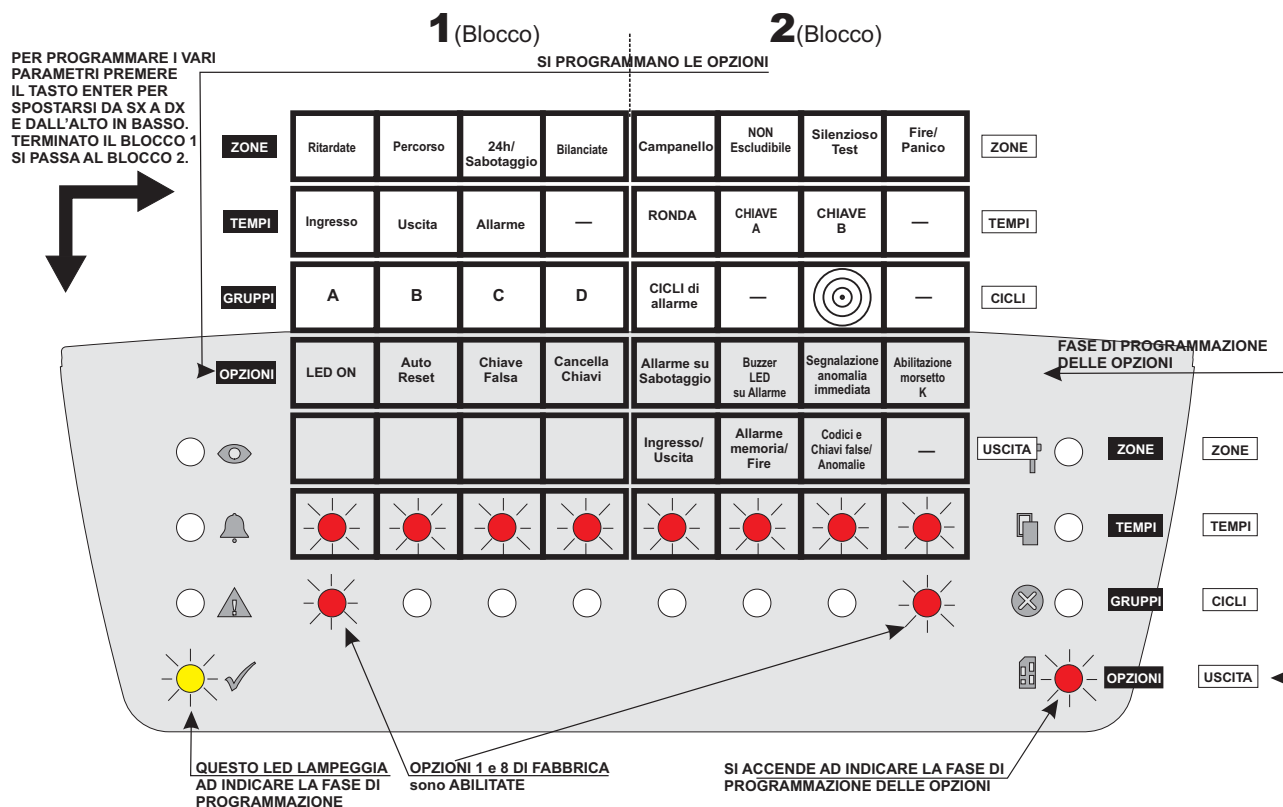

Figura 18 Schema di programmazione da tastiera delle OPZIONI
- Premere il tasto ENTER per memorizzare le OPZIONI selezionate e passare al successivo blocco di programmazioni: ZONE-BLOCCO 2, oppure premere il tasto **ENTER a lungo** per memorizzare le programmazioni fatte, uscire dalla fase di programmazione e tornare alla normale funzionalità della tastiera. (Vedere Figura 18).